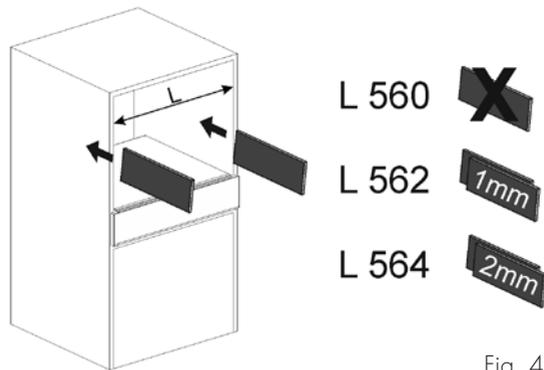

Fig. 4
- Introduisez dans les niches restantes tous les tiroirs et mettez-les à niveau dans le sens horizontal en alignant les tasseaux inférieurs au tasseau inférieur du four de 60 cm (Fig. 4).
- Il est possible de régler la hauteur de la vitre frontale du tiroir en agissant sur les vis (vis Torx) à l'intérieur du tiroir (desserrez les vis, réglez la hauteur et serrez à nouveau les vis). (Fig. 4)
Si la **largeur de la niche est de 562 mm** utilisez les cales fournies de 1 mm en les positionnant derrière les plaques des rails. (Fig. 4)
Si la **largeur de la niche est de 564 mm** utilisez les cales fournies de 2 mm en les positionnant derrière les plaques des rails. (Fig. 4)